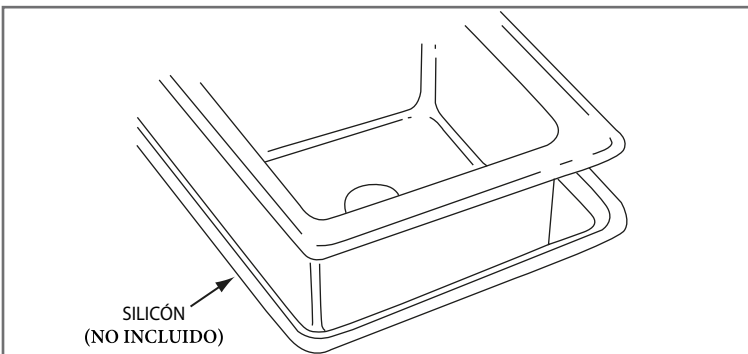

Figura 3.
4. Aplique silicón alrededor de todo el perímetro de la abertura. Coloque la tina en la abertura. (Figura 3)